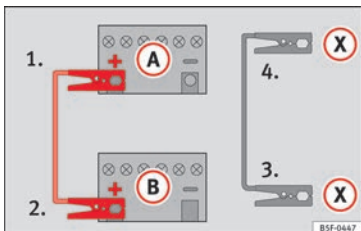

Abb. 88 Anschlusschema für Fahrzeuge mit Start-Stopp-System.
- Bei Fahrzeugen mit Start-Stopp-System: ein Ende des schwarzen Starthilfekabels (X) an einen geeigneten Masseanschluss, ein massives, fest mit dem Motorblock verschraubtes Metallteil oder an den Motorblock selbst anklemmen »» Abb. 88.
5. Klemmen Sie das andere Ende des schwarzen Starthilfekabels (X) im Fahrzeug mit der entladenen Batterie an ein mit dem Motorblock verschraubtes, massives Metallteil oder an den Motorblock selbst, aber so weit wie möglich von der Batterie (A) entfernt an.